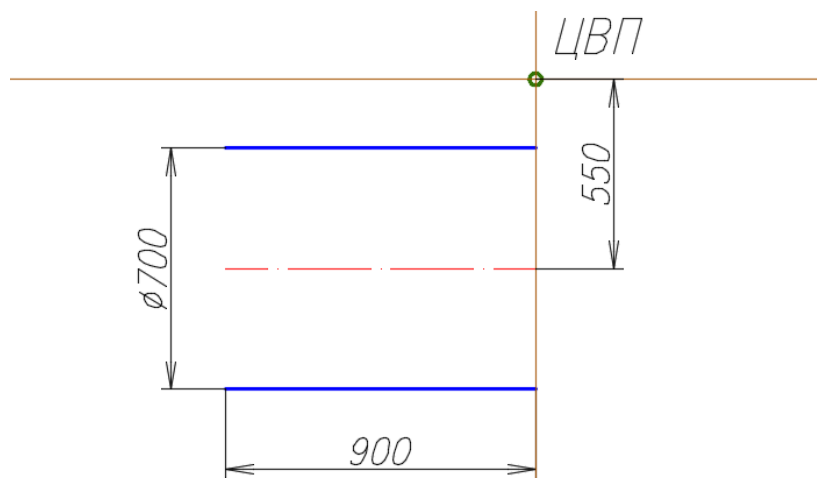

Рис. 109. Чертеж левой части трубы для подачи загрязненного воздуха
9.2. Выполнить очерк трубы с помощью операций *Редактирование* → *Смещение* → 350 ↴ (рис. 109).
9.3. Найти центр вспомогательных построений (ЦВП) с помощью операций *Рисование* → *Прямая* → *Вер* → *ЛКМ* на правом конце отрезков; и *Рисование* → *Прямая* → *Отступ* → *ЛКМ* на ось трубы → 550 ↴ (см. рис. 109).